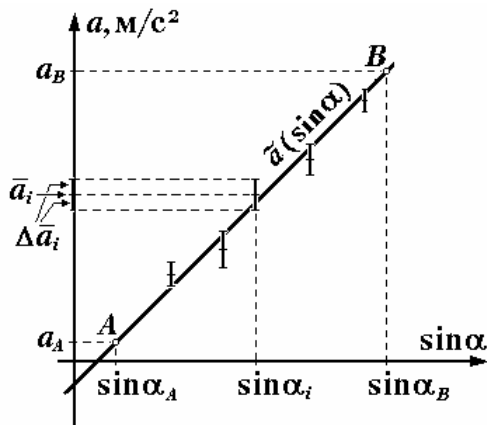

РИС.4.
5. Пользуясь результатами из второго и пятого столбцов таблицы 4 нанести экспериментальные точки на диаграмму  $a$  от  $\sin \alpha$ . Показать погрешность найденных значений  $\bar{a}$  на графике, изобразив доверительные интервалы для ускорения отрезками, параллельными оси  $a$  (см. рис. 4). Провести аппроксимирующую прямую  $\tilde{a}(\sin \alpha)$ .
6. Поскольку коэффициент трения  $\mu$  и угол  $\alpha$  достаточно малы,  $\cos \alpha$  в формуле (4) можно заменить единицей. С учетом этого теоретическая формула для ускорения имеет вид
7. Выбрать на аппроксимирующей прямой  $\tilde{a}(\sin \alpha)$  достаточно удаленные друг от друга точки  $A$  и  $B$  (см. рис. 4). По их координатам вычислить ускорение свободного падения как угловой коэффициент прямой: